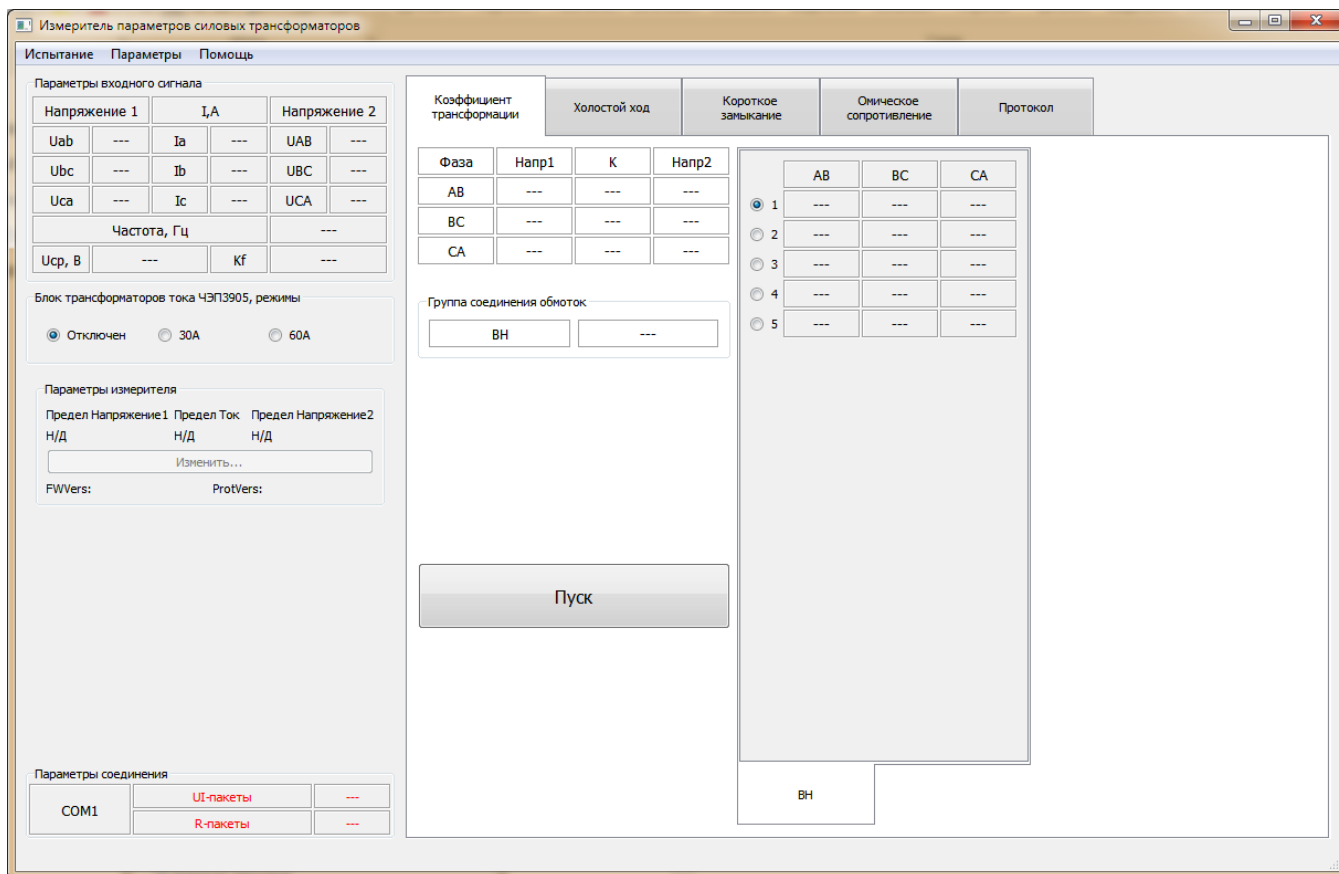

Рис. 6. Основное рабочее окно программы с панелью «Испытания».
3) В разделе «Испытания» диалогового окна указываем те испытания, которые планируются к проведению. После чего нажимаем кнопку «Создать». В результате будет создана рабочая панель с требуемым набором вкладок, в которые будут заноситься результаты испытаний. Пример представлен на рис. 6.